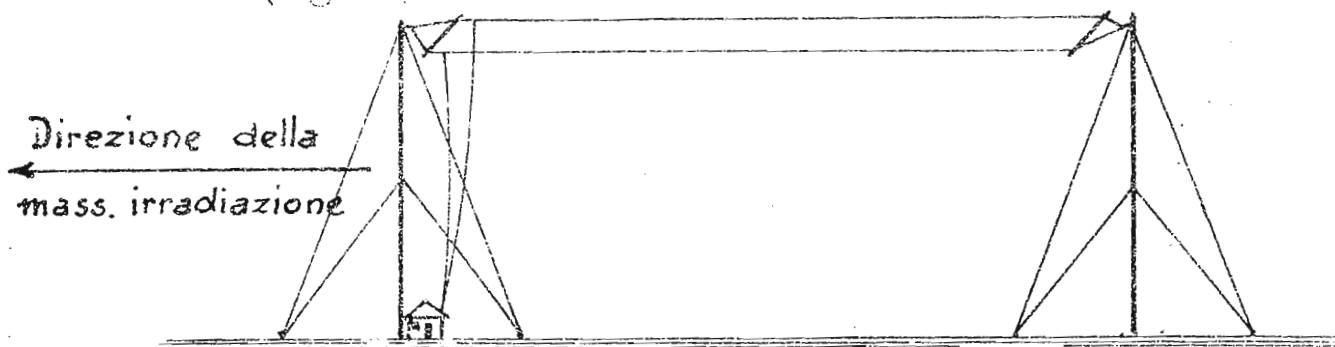

Fig. 1.
3. - Se la stazione è fornita di un aereo a coda all'estremità (aereo Marconi) se la località lo consente, potrà, darsi un orientamento all'aereo, disponendolo nel piano passante per i due punti fra cui deve stabilirsi in prevalenza la comunicazione r. t., con la parte orizzontale opposta alla direzione della stazione corrispondente (fig. 1).